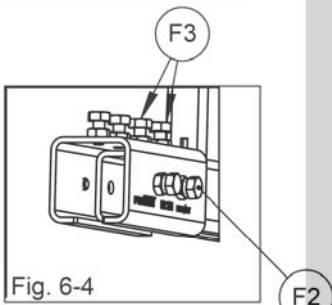

Fig. 6-4
6.3.2 Atornille los tornillos "F2" (fig. 6-4, 6-5), coincidiendo en el agujero "F1", hasta llegar a la superficie interna de la pared del carril. Para después atornillar los tornillos F3, presionando hacia abajo el carril.